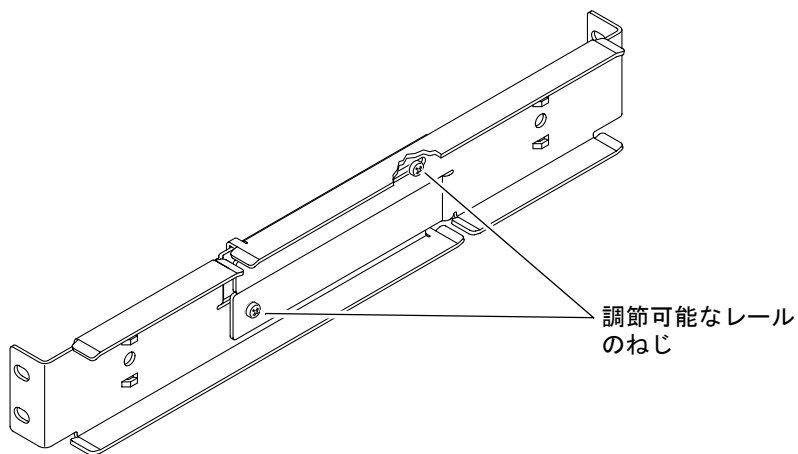

図 3-15 調節可能なレールのねじを緩める方法
2. 調節可能なレールの中ほどにある 2 本のねじを緩め、調節可能なレールを伸ばせるようにします (図 3-15 を参照)。
5. 調節可能な各レールの中ほどにある 2本のねじを締めます (図 3-15 を参照)。